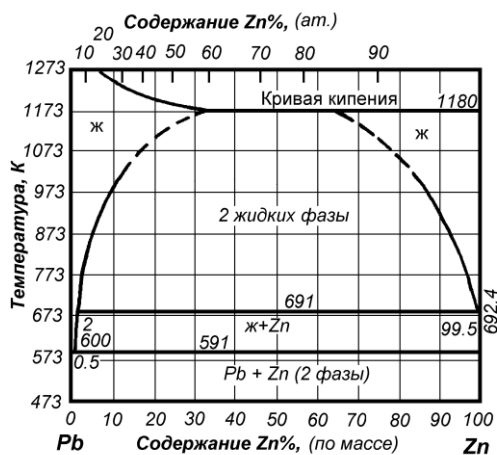

Рисунок 3 - Диаграмма состояния системы $\text{Pb}-\text{Zn}$
10. Ликвационное разделение системы $\text{Pb} - \text{Zn}$ осуществляют при температуре 773К. Исходный состав двухкомпонентной системы: $\text{Pb} - 20\%$, $\text{Zn} - 80\%$. Масса исходного сплава – 1000 кг. Определите ориентировочно по графику (смотрите рисунок 3) составы и количества равновесных свинцовой и цинковой фаз?